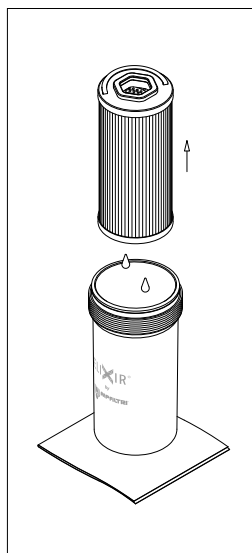

fig. 3
- (Fig. 3) Estrarre l'elemento filtrante predisponendo una protezione per il gocciolamento di fluido di lavoro. Pulire la sede della testata, il codolo e il contenitore. Verificare la loro integrità. Verificare le condizioni delle guarnizioni del contenitore e, se necessario, sostituirle riferendosi al paragrafo "Manutenzione straordinaria"